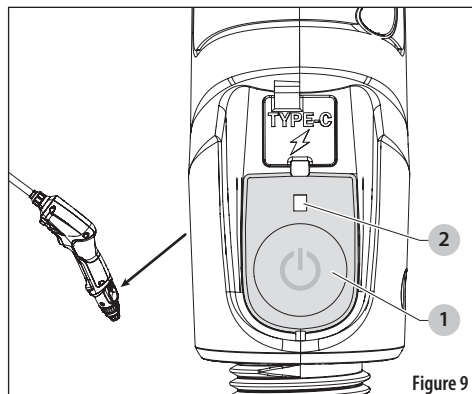

Figure 9
1. Poussez le bouton d'alimentation (1) en position « ON » (Marche). Un voyant (2) situé au-dessus de l'interrupteur s'allume pour indiquer le niveau de la batterie. Voir Figure 9.